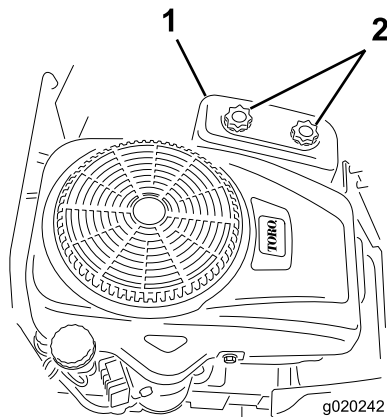

Figure 26
4. Retirez le couvercle du filtre à air en desserrant les 2 boutons (Figure 26).
3. Reposez le couvercle du filtre à air et serrez les 2 boutons (Figure 26).